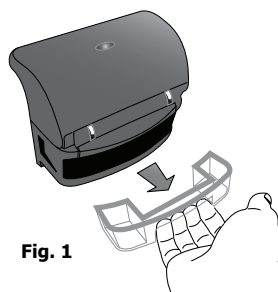

Fig. 1
1. Retirez le récupérateur d'eau du dessous de la charnière du couvercle en le tirant vers l'extérieur [Fig. 1]. Jetez l'eau récupérée après chaque utilisation.